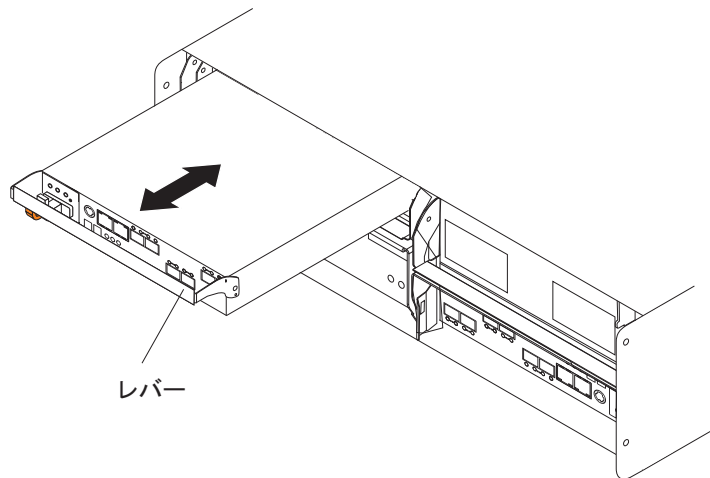

図 77. DS5020 からのコントローラーの取り外し
9. シャーシからレバーをゆっくりと手前に引いて、コントローラーをベイから取り外します。コントローラー・レバーを解放する際には両手を使用してください。148 ページの図 77 に、ストレージ・サブシステム・シャーシからスライドするコントローラーを示します。